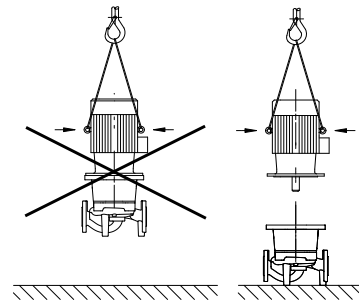

Fig. 7: Transport van de motor
- De transportogen aan de motor zijn alleen bestemd voor het transport van de motor, niet van de gehele pomp (Fig. 7).